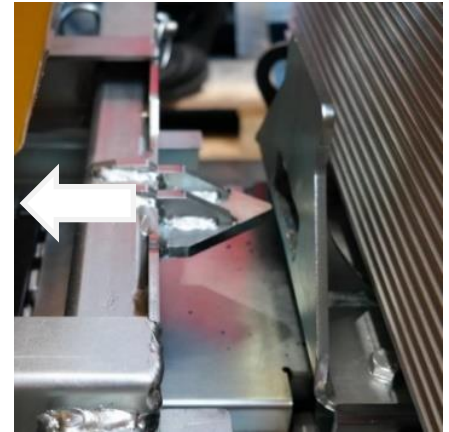

Abb. 4
- 7.) Mit dem Raupenfahrgerstell (in langsamer Fahrstufe – Schneckensymbol) ca. 10 cm rückwärtsfahren, bis die Verriegelungsnase (hinten) frei ist (**Abb. 4**) (Hinweis: Sollte der Kippaufbau mitgezogen werden, dann die beiden hinteren Abstützungen etwas weiter nach unten kurbeln – d.h. leicht unter Spannung setzen).